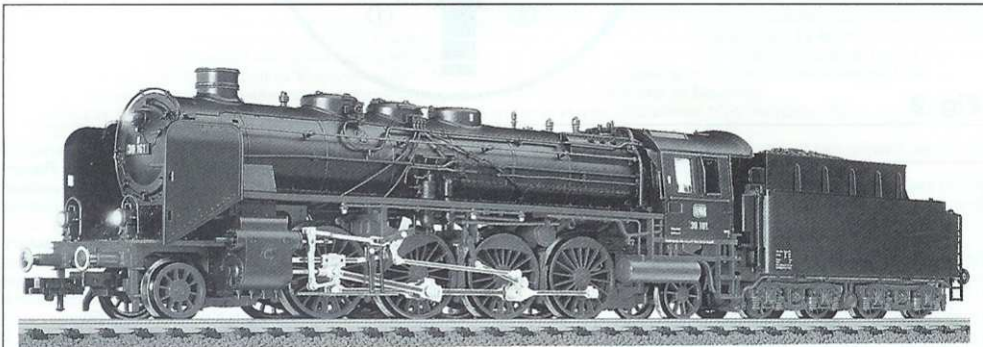

Fig. 1
**Prototype: Locomotive for Passenger Traffic Class 390-2 (pr. P 10).** Between 1922 and 1927, 260 locomotives of the Class pr. P 10 were delivered to the Deutsche Reichsbahn Company (DRG). Designated as Class 390-2 by the DRG, they were constructed by the firms of Borsig and Henschel as well as other German locomotive manufacturers. As a 2-8-2 wheel configuration loco, they developed 1620 PSi, and could run at a top forward speed of 110 km/h, and 50 km/h in reverse. Originally used to haul heavy express trains, they were later to be seen in service for fast passenger traffic. Locos of this class were still in operation with the Deutsche Bundesbahn (DB) until 1967. One loco is still in the works museum of the firm Hofmann-Linké-Busch, and a second can be seen after its restoration in the Nuremberg Transport Museum (fig. 1).
**Voorbeeld: Reizigerstrein-locomotief Baureihe 390-2 (pr. P 10).** Tussen 1922 en 1927 werden aan de Deutsche Reichsbahn Gesellschaft (DRG) 260 locomotieven van het type Pruisische P 10 geleverd. Bij de DRG kregen de nummers in de Baureihe 390-2. De fabrikanten waren Borsig, Henschel en nog enkele andere locomotiefbouwers. De locs kregen de betiteling 1'D1'h3, type P 46.19 en ze hadden een adhesiegewicht van 75 ton. Met een vermogen van 1620 pK kon de loc een snelheid volhouden van 110 km/h vooruit rijdend, achteruit was de snelheid beperkt tot 50 km/h. De serie reed in het begin alleen zware goederentreinen, maar kwam later ook voor reizigerstreinen te staan. Bij de Deutsche Bundesbahn (DB) deed de serie dienst tot 1967. Een loc staat nu in het bedrijfsmuseum van de Firma Linke-Hofmann-Busch, en een ander exemplaar is na revisi opgesteld in het Verkehrsmuseum van Neurenberg (fig. 1).
**Förebild: Persontågslokomotiv litt. BR 390-2 (pr. P 10).** Från 1922–1927 leverades til Deutsche Reichsbahn Gesellschaft (DRG) 260 lokomotiv av typ pr. P10. De betecknades som litt. BR 390-2 hos DRG, byggdes av firma Borsig, Henschel och andra tyska lokomotivfabriker. Som byggtyp 1'D1'h3, utförande P46.19 hade loket en tågkraft av 75 Mp. Vid en effekt av 1620 hk kunde det köra med en max. hastighet av 110 km/h framåt och 50km/h bakåt. Ursprungligen gick det i tung snälltågstjänst, sattes senare in i il- och persontagstrafik. Hos Deutschen Bundesbahn (DB) var denna typ i trafik fram till 1967. Ett lok har behållits på fabriksmuseet på firman Hofmann-Linke-Busch, ett andra står efter restaurering på trafiksmuseet i Nuernberg (fig. 1).